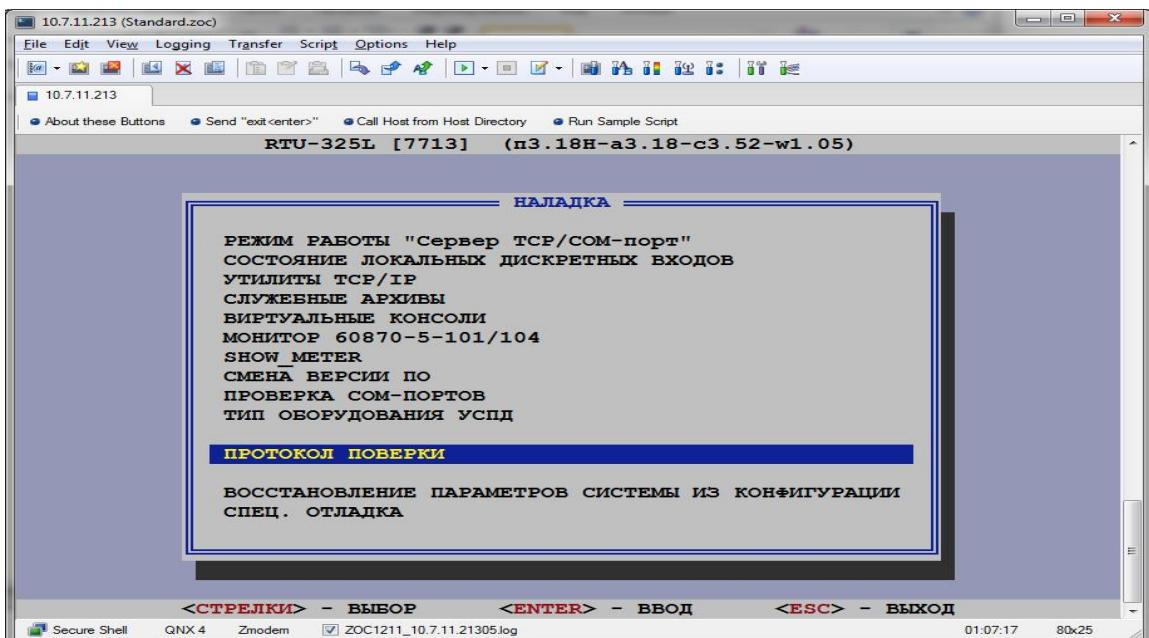

Рисунок 33
- 1) Войти в процедуру метрологической поверки встроенного программного обеспечения УСПД (описание см. выше). После входа на экране будет представлен протокол последней поверки. В пункте «Наладка...»→ «Протокол поверки» встроенного программного обеспечения УСПД (рисунок 33).